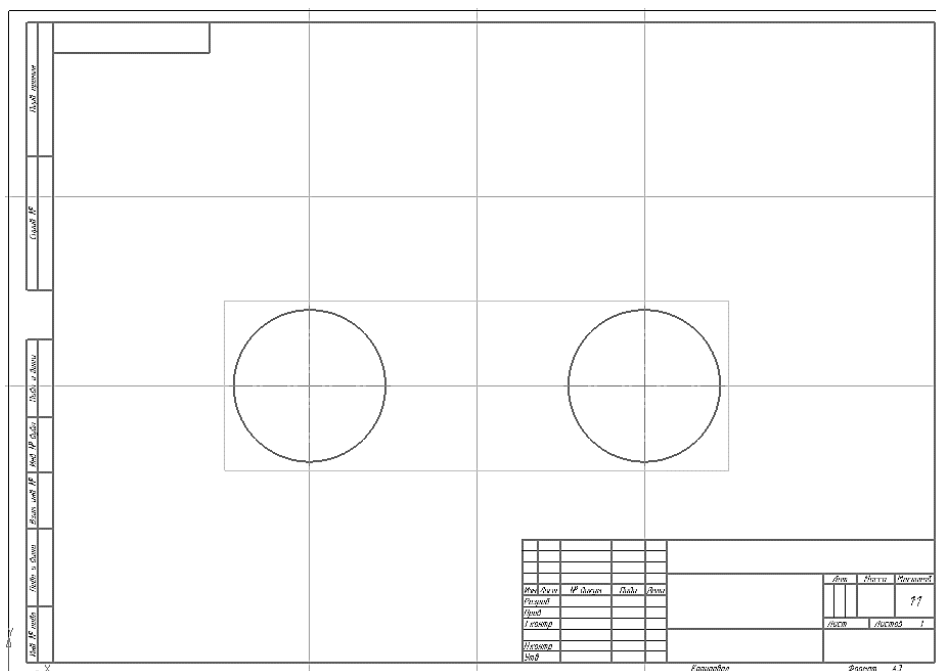

Рис. 40. Построение окружностей
2.5 На пересечении вспомогательных прямых проводим две окружности диаметром 68 мм. Используя команду **окружность** , создаем окружность **диаметром 68 мм**; **окружность** – с осями; **стиль линии** – основная (рис. 40).